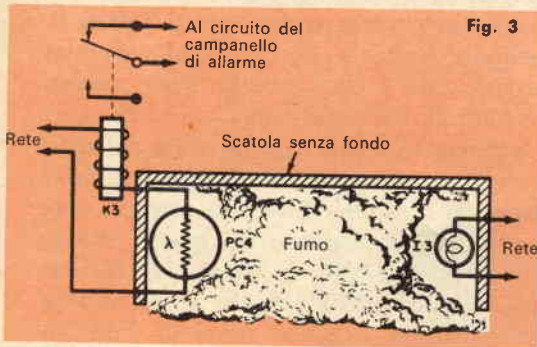

Fig. 3
**Circuito 3** - La fotocellula inserita nel circuito rappresentato nella fig. 3 entra in funzione con l'assenza di luce. Si tratta di un rivelatore di fumo che può essere fissato al soffitto di un locale.